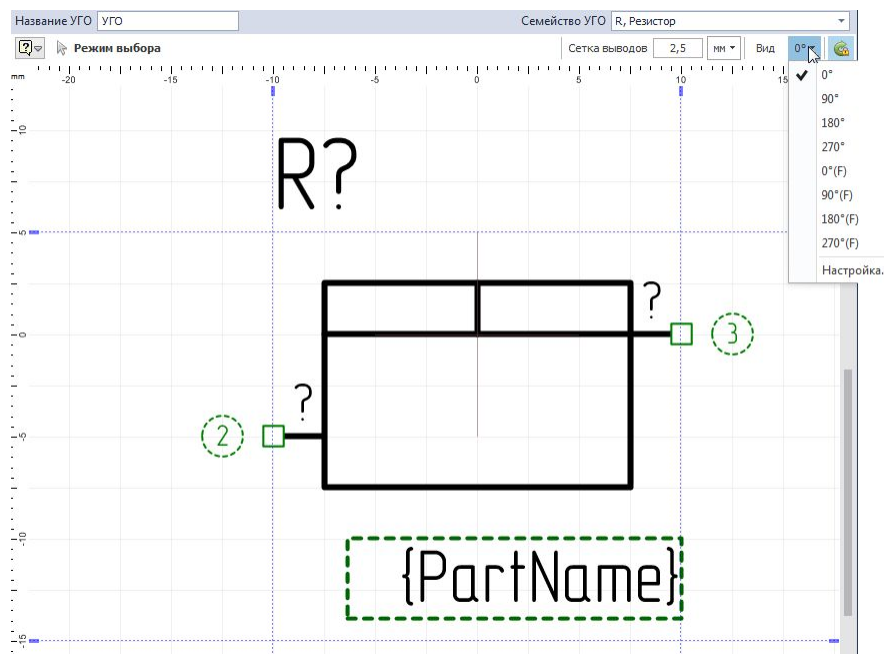

Рис. 47 Настройка отображения графики УГО и атрибутов при его вращении
7. Настройте отображение графики при вращении УГО при необходимости, Рис. 47.